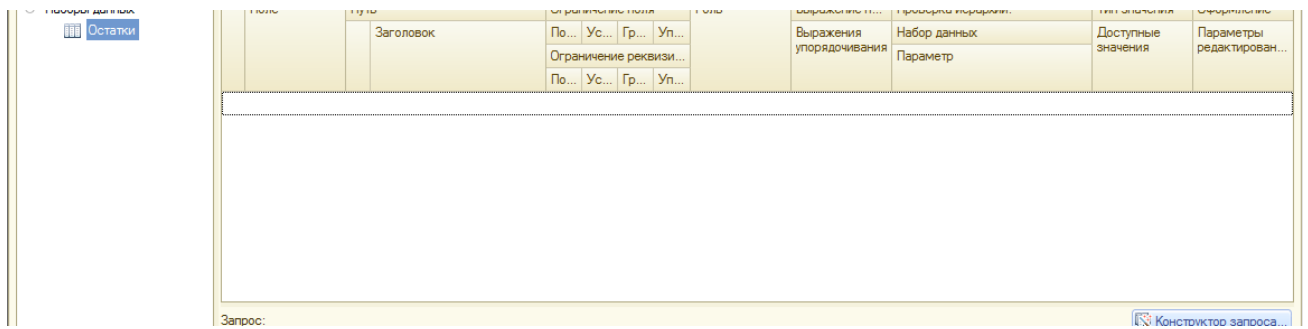
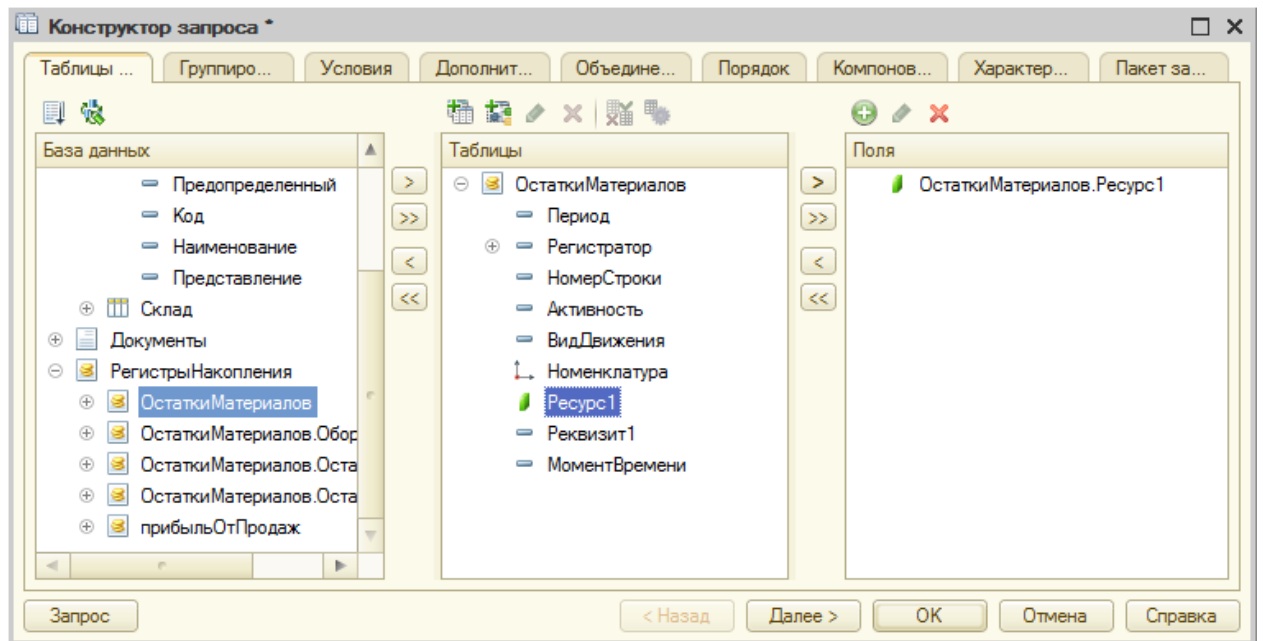

Рис.52. Добавление конструктора запроса
Рис. 53. Вид конструктора запроса
5. Для создания конструктора запроса необходимо нажать на соответствующую кнопку в середине окна (рис.52.). Примерный вид конструктор запросов приведен на рис. 53.